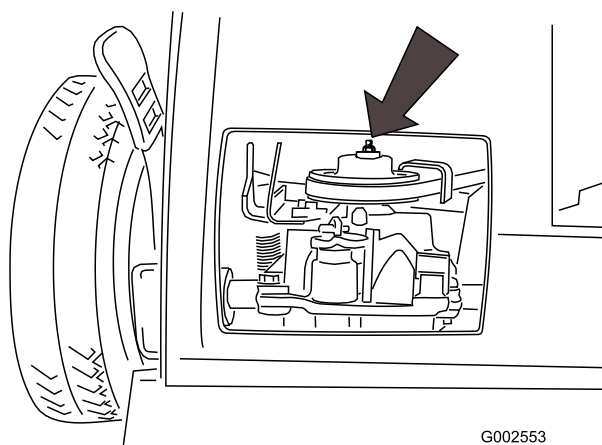

Figure 22
2. Raccordez une pompe à graisse au graisseur dans l'ouverture du couvercle de courroie (Figure 22).